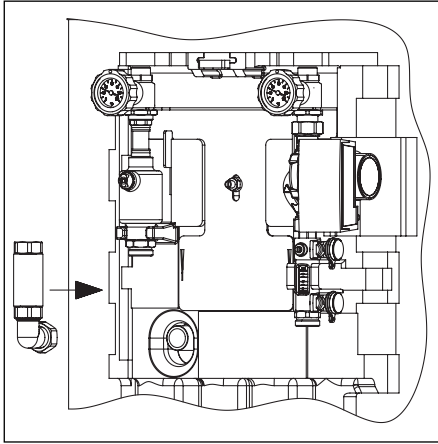

Abb. 18 Montage Metallwellrohr Solarvorlauf
- Den solaren Vorlauf durch das isolierte Metallwellrohr G1 (Abb. 18) L = 85 mm und den Winkel mit dem Speicher verbinden